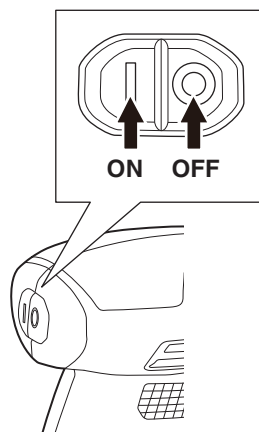

Fig. 13
3. Mise en MARCHÉ et ARRÊT de la sableuse (Fig. 13)